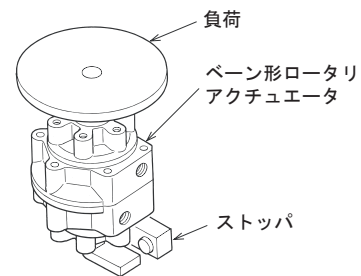

図6
- キー溝側で負荷を駆動し、角軸側に外部ストッパを設ける場合は、負荷が許容エネルギー以下であることを確認してください。許容エネルギーを超えるとシャフトの折損につながります。(図6)